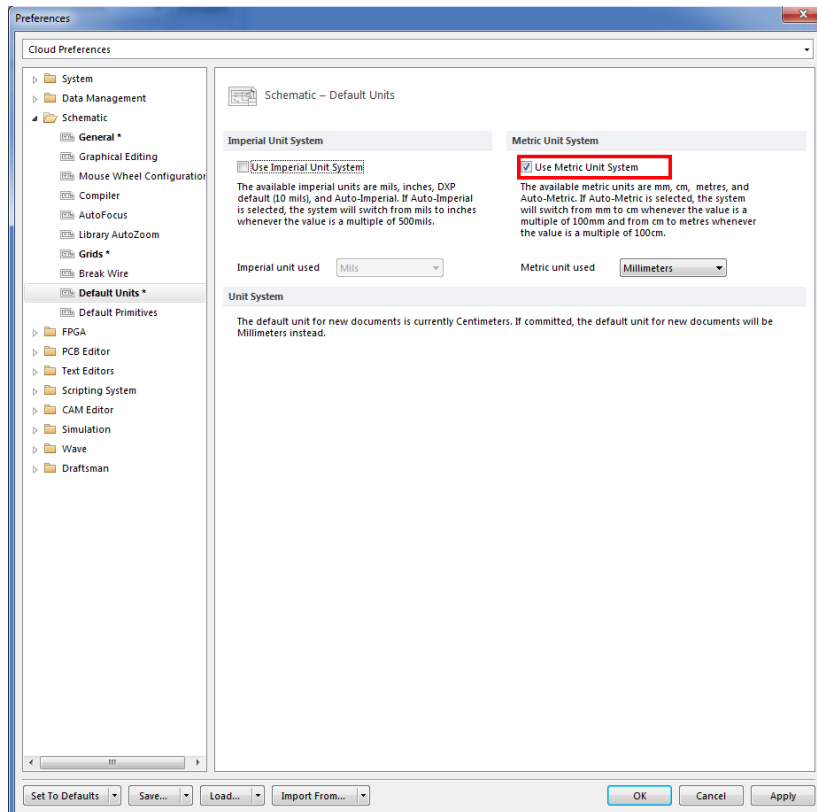

Рис. 1.7
4) Виконавши налаштування сітки відкрийте **Schematic-Default Units** та оберіть метричну систему вимірювання (Рис. 1.7).